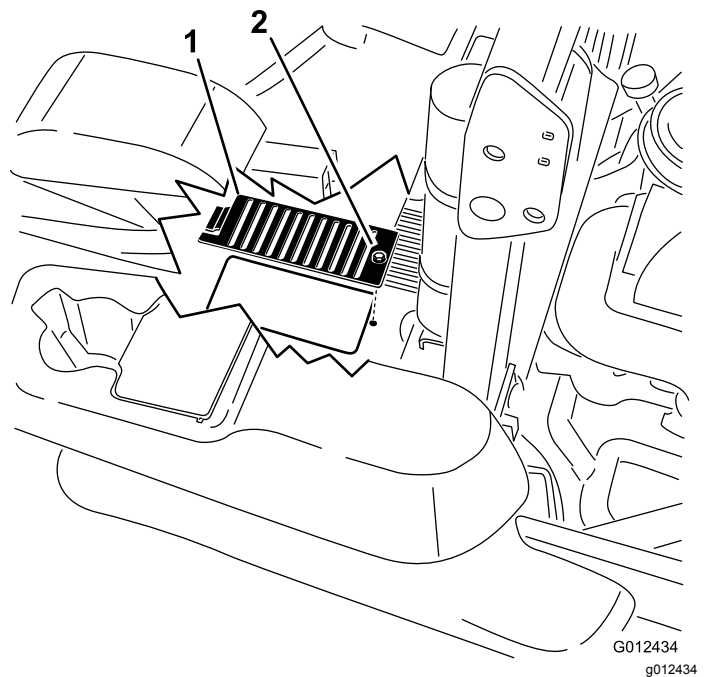

Figura 69
6. Retire la cubierta de cada varilla y el perno que está sujeto a la cubierta. Limpie alrededor de cada varilla y cada unidad hidráulica (Figura 69).